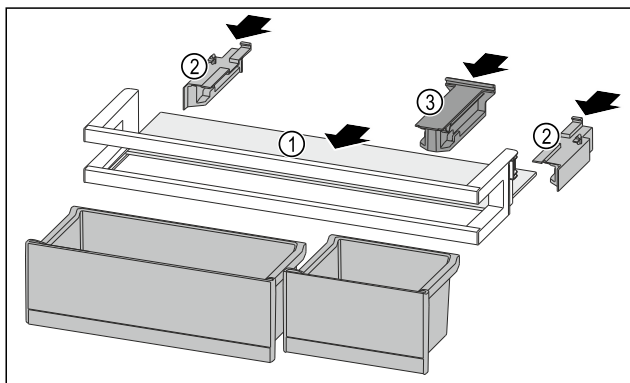

Fig. 205
- Zasuňte odkladaciu plochu Fig. 205 (1) do bočných vybrání.
- Vložte bočnice Fig. 205 (2).
- Vložte prídržný diel Fig. 205 (3).